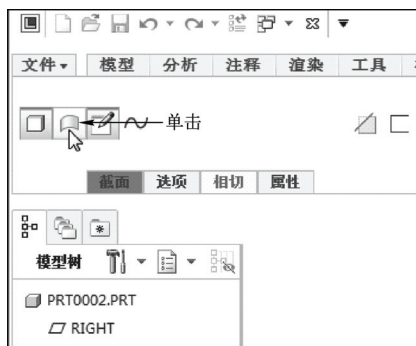

图 9-56 单击“曲面”按钮
STEP 01 单击快速访问工具栏中的“新建”按钮, 新建一幅空白的模型文件；在功能区选项板的“模型”选项卡中，单击“形状”面板中“形状”右侧的下拉按钮，在弹出的列表框中选择“混合”选项，打开“混合”选项卡，单击“曲面”按钮, 如图 9-56 所示。